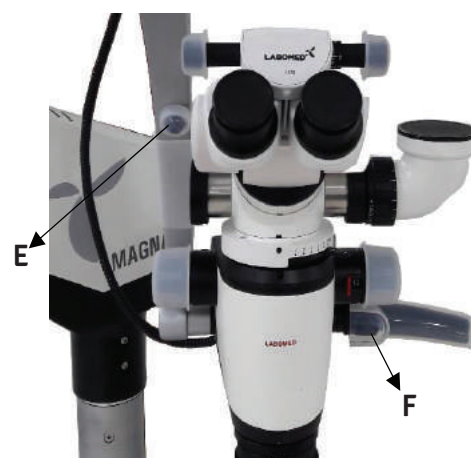

Fig. 16
- L'articulation du bras d'équilibrage automatique (ABA) peut être réglée par deux boutons de déverrouillage situés sur le côté gauche (E) et sur le côté droit (F) du bras de support comme illustré dans la Fig. 16.